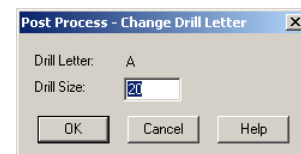

Рис. 36. Назначение диаметра
19. Появившемся окне Post Process – Change Drill Letter (рис. 36) в поле Drill Size введем значение диаметра отверстий 20 тысячных долей дюйма, которые будут обозначаться буквой A и нажмем кнопку OK.